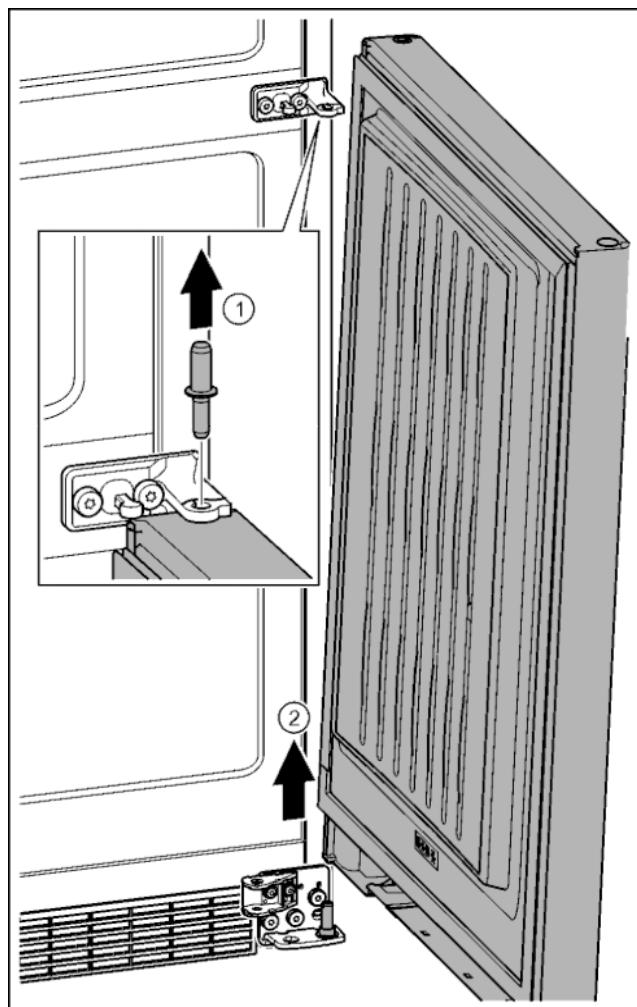

Fig. 26
- Извлечь пальцы движением вверх. *Fig. 26 (1)*
- Отклонить дверь, приподнять вверх и отставить в сторону. *Fig. 26 (2)*